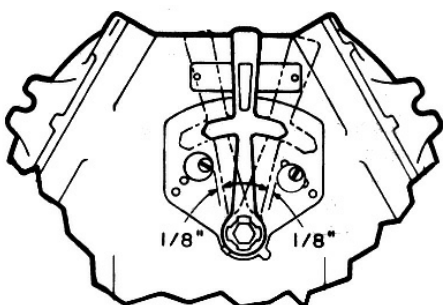

Figura 3
- D. Reinstale la placa de montaje y el interruptor en la envolvente de tal forma que las terminales de carga del interruptor queden en el fondo. Apriete los cuatro (4) tornillos de la placa de montaje para proporcionar una buena conexión a tierra entre la placa de montaje y la envolvente.
- F. Verifique el viaje de la manija de operación reajustando las paradas del viaje en el exterior de la envolvente para que exista un claro máximo de 3,2 mm (1/8") entre las paradas y la manija de operación, después del movimiento en cualquier dirección (Vea la Figura 3).